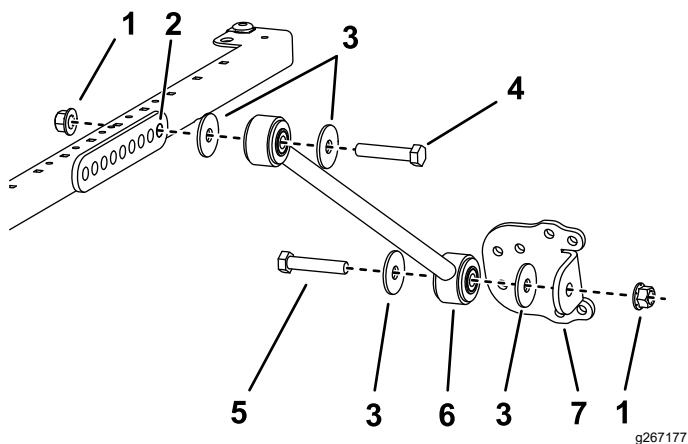

図 44
めするボルト  $\frac{1}{2} \times 4\frac{1}{2}$ "、ワッシャ  $\frac{1}{2}$ " 2 枚、フランジナット  $\frac{1}{2}$ " 3 個を使用して 図 44 のように取り付ける。
5. 各プレースに、プレースブラケットを仮止めするボルト ½ x 2½"、ワッシャ ½" 2 枚、フランジナット ½" 1 個を使用し、図 44 のように取り付ける。